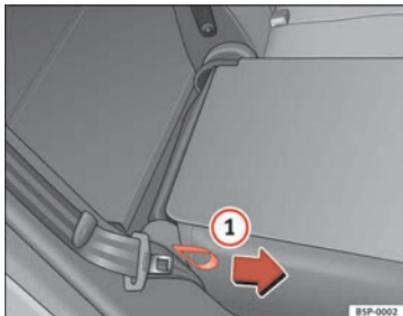

Fig. 99 Rebater ou levantar o encosto dos bancos traseiros
- Puxar a pega que se encontra na parte lateral do banco ⇒ fig. 99 .